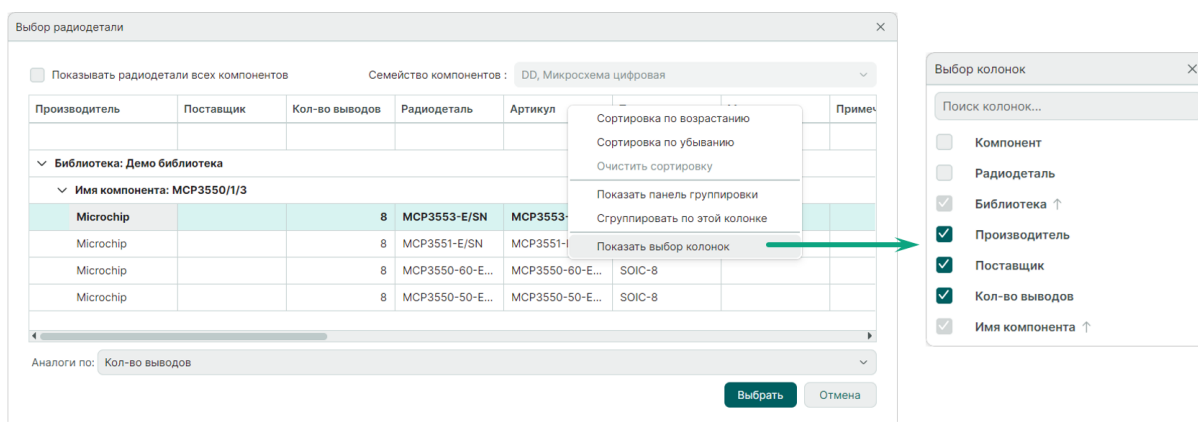

Рис. 108 Выбор отображаемых колонок
2. Выбор столбцов для отображения осуществляется в окне «Выбор колонок». Для этого вызовите контекстное меню на заголовке колонки и выберите команду «Показать выбор колонок». Для включения/отключения отображения колонок в окне «Выбор колонок» установите/снимите флаг напротив наименования нужного столбца, см. Рис. 108.